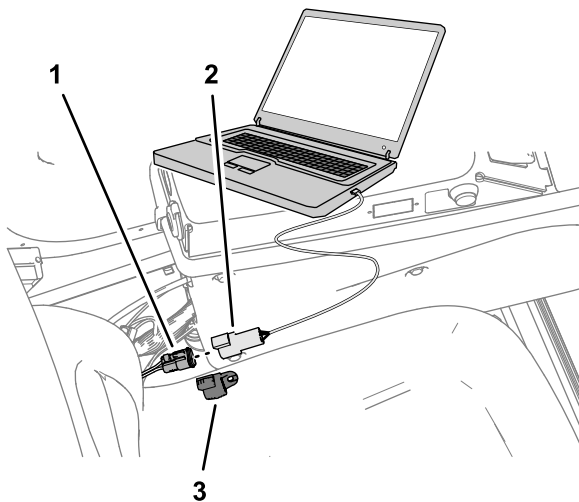

Figure 147
4. Enlevez le capuchon du connecteur à 3 douilles du port CAN faisceau du kit étiqueté DUPLICATE DIAG CONNECTOR et branchez le connecteur à 3 broches du câble d'interface USB/CAN sur le connecteur à 3 douilles (Figure 147).